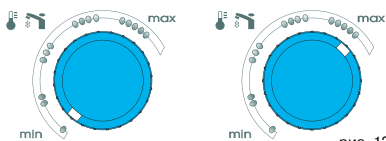

рис. 12
Вы можете изменять температуру воды с помощью регулятора (22) в диапазоне между отметками min и max (рис. 12).